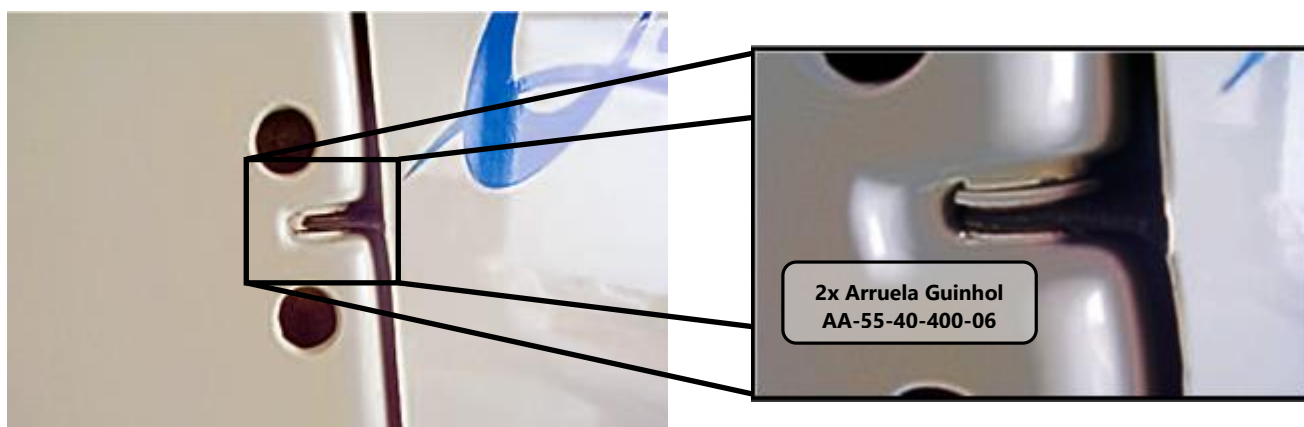

Figura 55.40.34 – Dobradiça central e arruelas de teflon.
5. Alocar Bucha do leme no guinhol AA-55-40-400-06 no local indicado pela figura 55.40.34